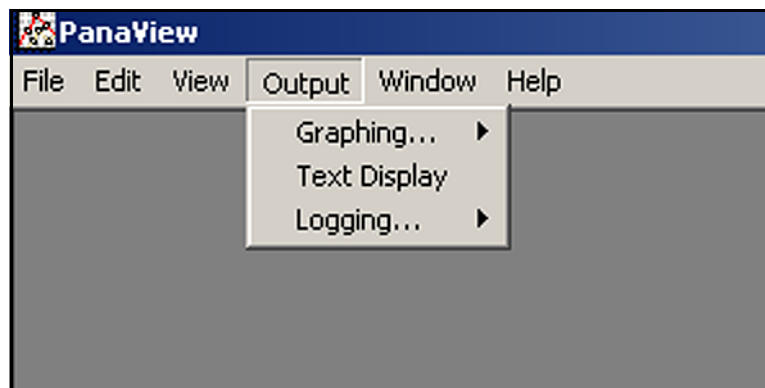

Abbildung 18: Menü „Output“ (Ausgang)
1. Öffnen Sie in PanaView das Menü *Output* (Ausgang) (siehe *Abbildung 18 unten*) und klicken Sie auf die Option *Text Display* (Textanzeige).